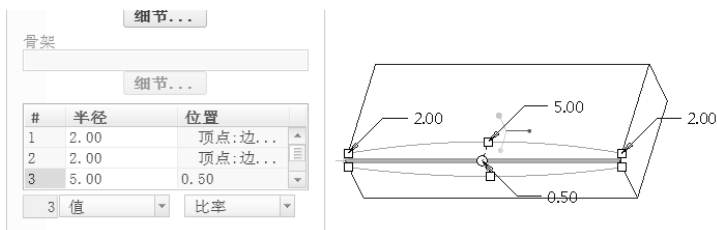

图 6-97 修改各半径控制点的位置及半径值
8) 在“集”面板的“半径”表格中, 修改各半径控制点的半径值和相应的位置, 如图 6-97 所示。